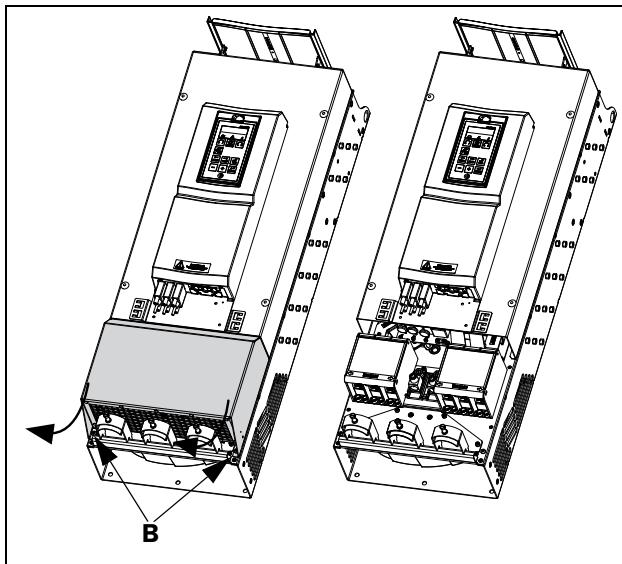

Рис. 25 Ослабьте два винта и снимите нижнюю крышку (принципиальная схема)
- Ослабьте два винта В (см. Рис. 25).